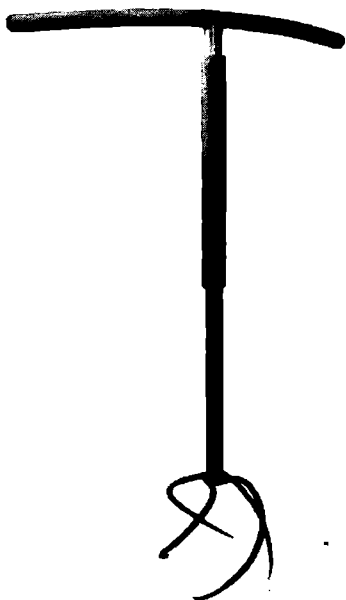

Рис. 1. Культиватор «Торнадо»
**Ручной культиватор «Торнадо»** (рис. 1) — это современное запатентованное изобретение, не имеющее аналогов в мире. Он стал популярен благодаря удобству в эксплуатации, повышенной эффективности, качеству и практичности. Едва появившись на рынке, «Торнадо» стал обладателем золотой медали на международной выставке «Цветы-2010», проводившейся во Всероссийском выставочном центре в Москве.